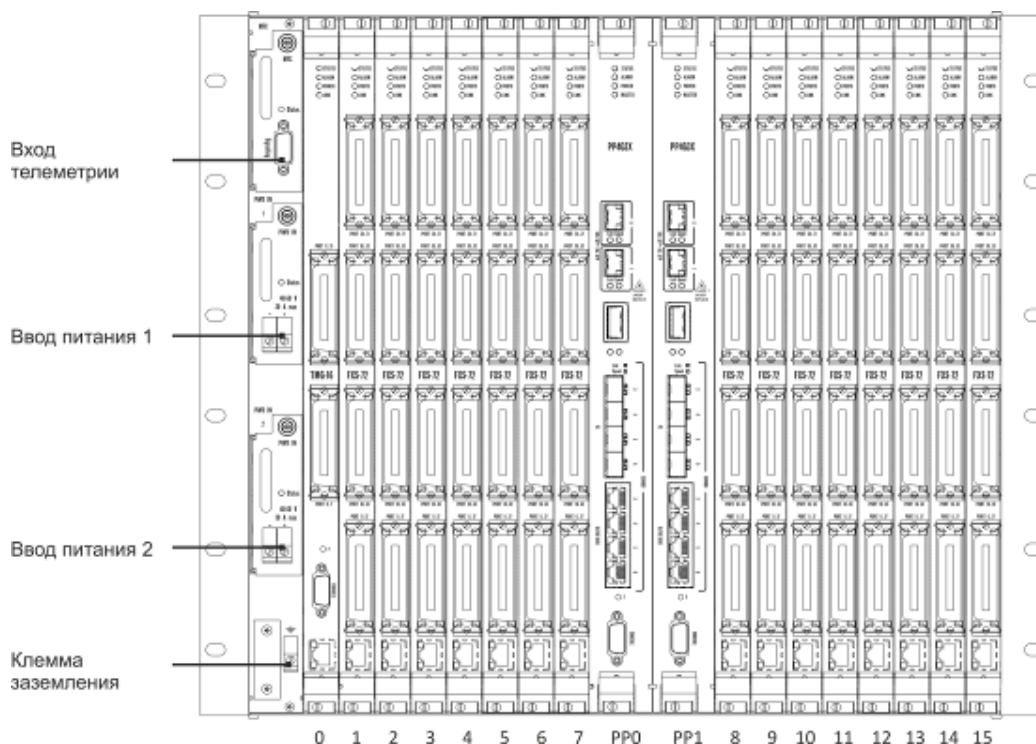

Рисунок 1 – Внешний вид крейта MC1000-PX в максимальной комплектации
- Обязательным для установки в крейт является модуль центрального коммутатора PP4G3X. Может быть установлено до двух модулей такого типа в целях обеспечения резервирования и увеличения производительности системы. Для их установки предназначены две центральные позиции (слоты обозначены PP0 и PP1), см. рисунок 1.